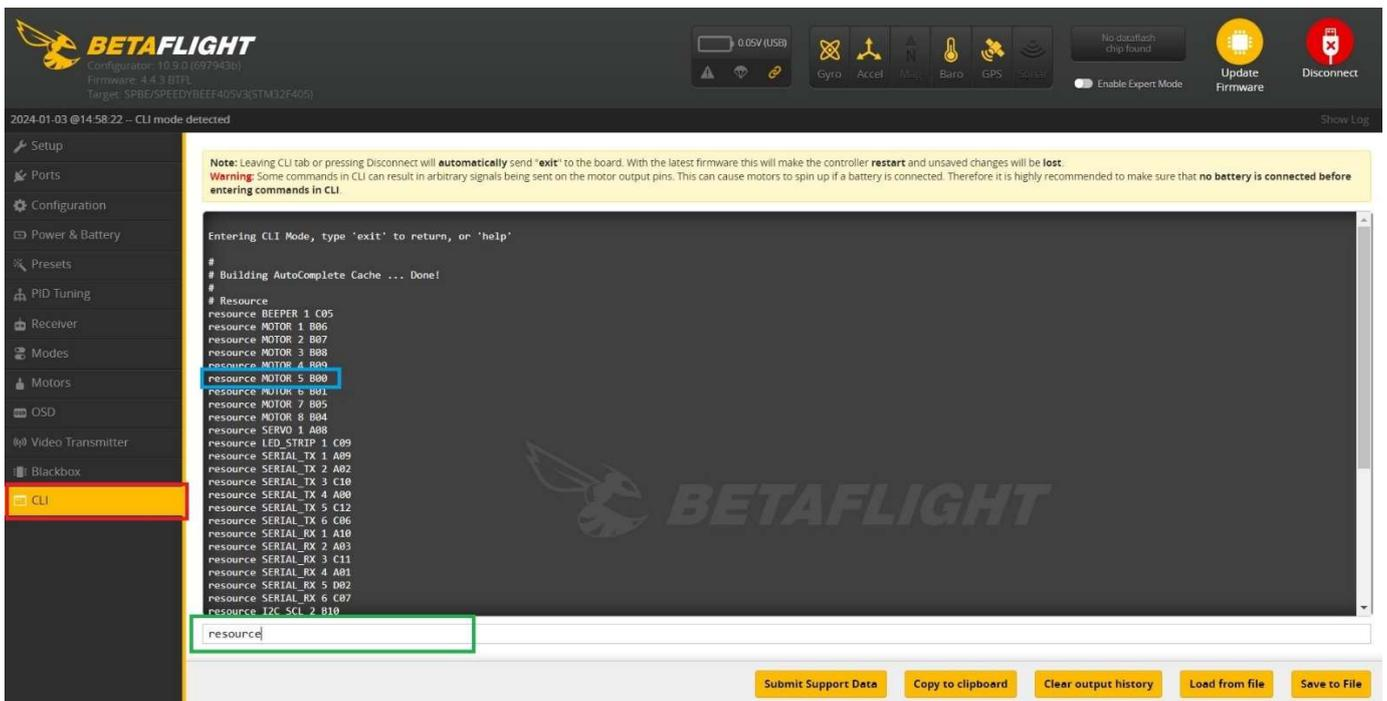

Рис.7 – Вкладка «CLI»
2.4 Перейдіть на вкладку «CLI» Betaflight рис.7.
2.4.1 В командному рядку введіть команду «resource» (див.рис.7 виділене зеленим кольором) та натисніть Enter на ПК.
2.4.2 Запам'ятайте значення для MOTOR 5, в даному прикладі це B00 (див. рис.7 виділене синім кольором).